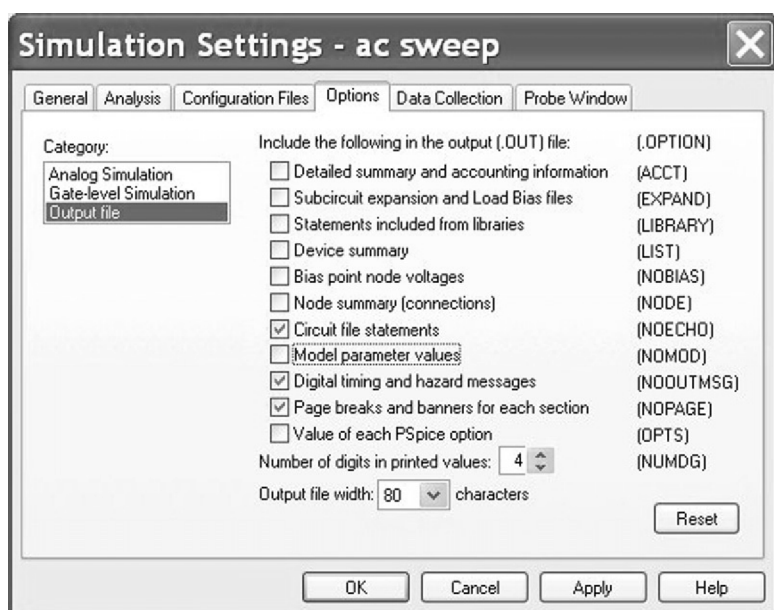

图 11.10 输出文件选项设置
8. 如图 11.10 所示, 在仿真设置窗口选择 **Options** 选项卡, 然后选择 **Output File** 输出文件, 在输出文件设置中不要选定 **Bias Point Node Voltages** 和 **Model parameter values** 选项。然后单击 OK 按钮对仿真设置进行确定, 切记不要关闭仿真设置窗口。